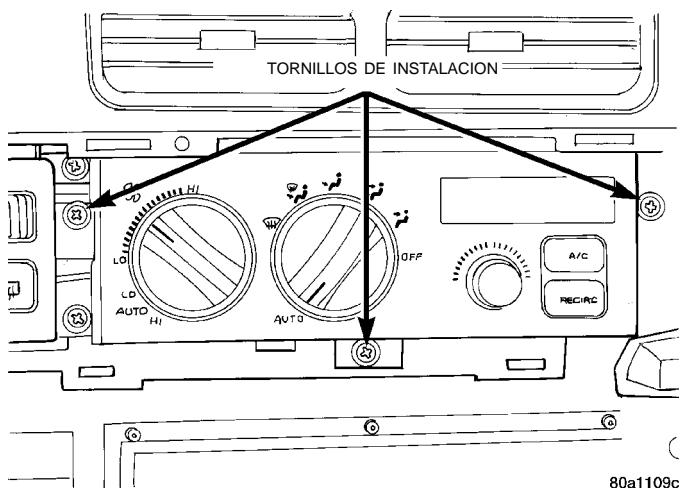
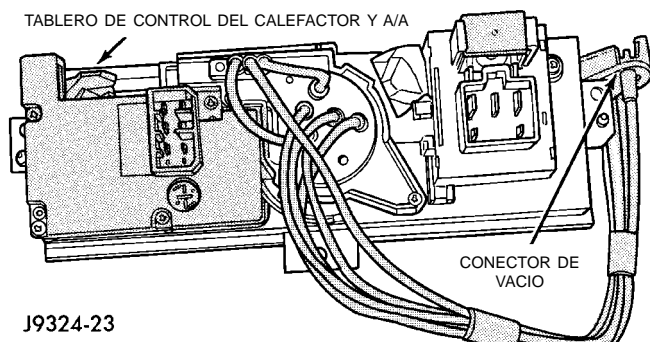

Fig. 40 Desmontaje/instalación del control del calefactor y A/A
Fig. 41 Conectores del control de calefactor y A/A—característicos
(1) Desconecte y aisle el cable negativo de la batería.
(2) Con una varilla tapizada u otra herramienta adecuada de hoja plana y ancha, haga un suave movimiento de palanca alrededor de los bordes del marco de la cápsula de conmutador hacia adentro y retire el marco.
(3) Retire los tres tornillos que fijan el control del calefactor y A/A al tablero de instrumentos (Fig. 40).
(4) Extraiga el control del calefactor y A/A del tablero de instrumentos lo suficiente como para acceder a los conectores en la parte posterior del control.
(5) Desenchufe los conectores del mazo y/o del cable de la parte posterior del calefactor y A/A (Fig. 41).
(6) Retire el control del calefactor y A/A del tablero de instrumentos.